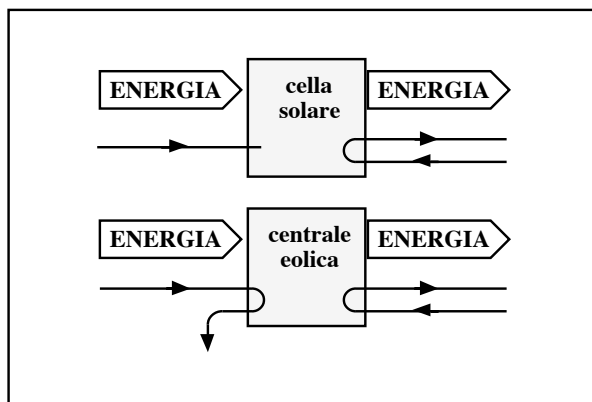

Fig. 1.13. Quali sono i portatori in entrata e in uscita?
1. In fig. 1.13 mancano i nomi dei portatori di energia in entrata e in uscita dal trasferitore. Completa la figura.